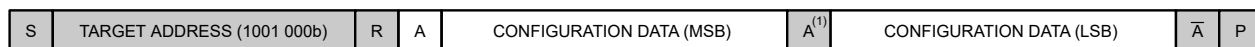

图 10-6. 读取 Configuration 寄存器以检查 OS 是否为 1b
1. 如图 10-6 所示对 Configuration 寄存器进行写入，以配置器件（例如，当使用 ADS1115L 时，写入 MUX[2:0] = 000b、PGA[2:0] = 010b、MODE = 1b、DR[2:0] = 110b）并启动单次转换（OS = 1b）。
或者，如图 10-6 所示，轮询 OS 位是否为 1b，以便确定转换结果何时可供检索。该选项在连续转换模式下不起作用，因为 OS 位的读取结果始终为 0b。